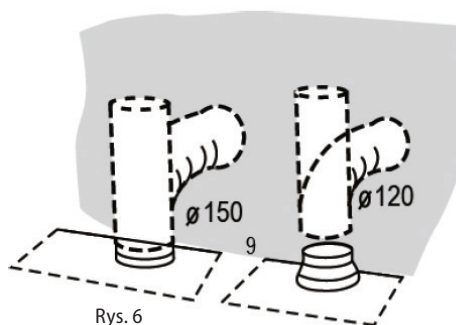

Rys. 4
4. Wywierć otwory i przymocuj okap kuchenny, jak pokazano na Rys. 4.
7. Do zawieszonego okapu kuchennego podłącz dolną i górną część kominu (Rys. 4). Górną część wysuń do wymaganej wysokości i na ścianie zaznacz otwory do przymocowania uchwyty górnej części kominu. Następnie zdejmij dolną i górną część kominu.
8. Wywierć otwory i przymocuj uchwyt górnej części kominu, jak pokazano na Rys. 4.